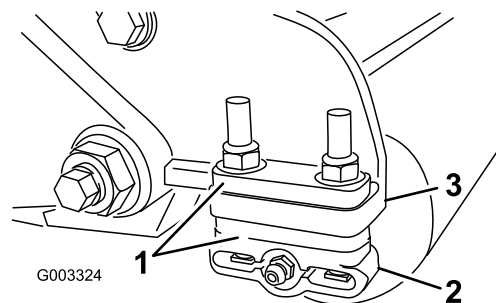

Figura 19
1. Regolate le staffe del rullo posteriore (Figura 19) in base all'altezza di taglio desiderata posizionando il numero di distanziali necessari sotto la flangia di montaggio della piastra laterale (Figura 19) conformemente alla tabella delle altezze di taglio.